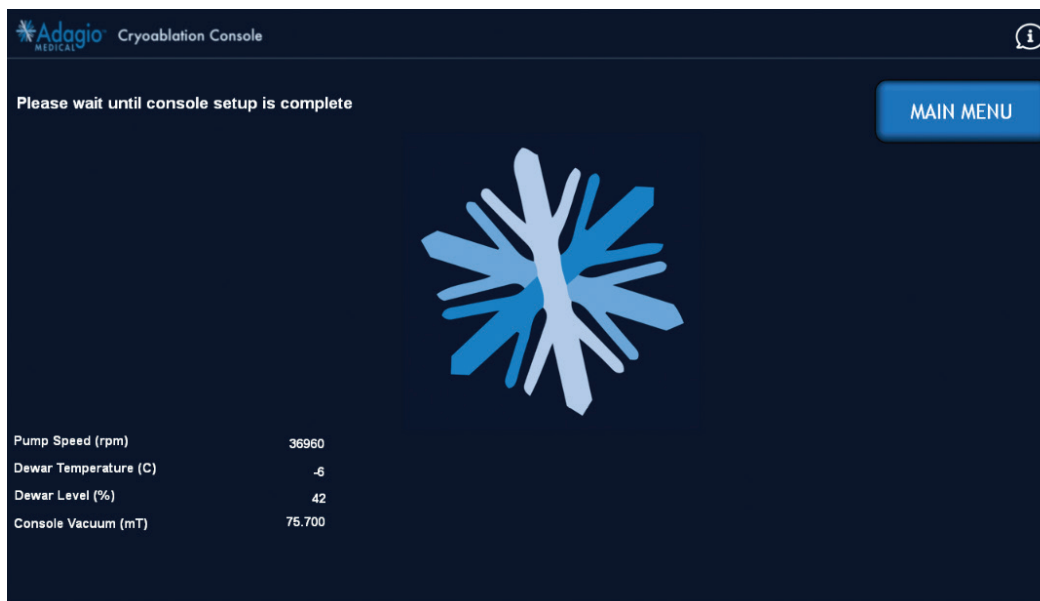

Figure 16 – Écran du test de préparation de la console
4. La console effectue automatiquement le test de préparation de la console (vide), comme illustré à la Figure 16.